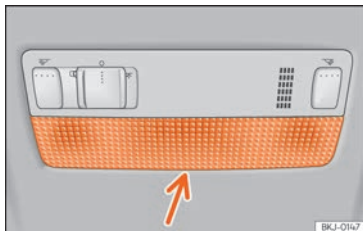

Fig. 175 Luz de lectura delantera.
- Introduzca un destornillador fino por su parte plana entre la carcasa y el cristal >>> **fig. 175**.